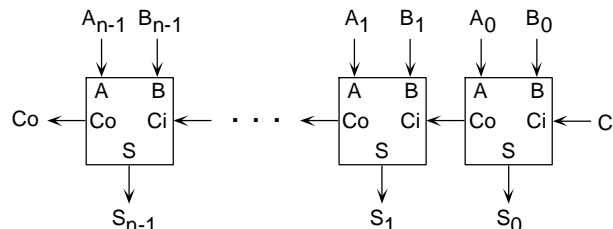
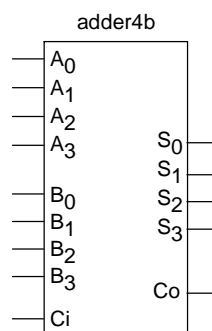

Figura 3 - Somador de 2 números de  $n$  bits utilizando  $n$  blocos do tipo *full-adder*.
Figura 4 - Símbolo do somador de 4 bits.
O circuito desenvolvido nas alíneas anteriores é um componente fundamental para a construção de circuitos aritméticos. O circuito mostrado na figura 3 implementa um somador de dois números de  $n$  bits, obtido por interligação de  $n$  blocos do tipo somador completo. O operando A é representado pelos bits  $A_{n-1}, \dots, A_1$  e  $A_0$ , o operando B pelos bits  $B_{n-1}, \dots, B_1$  e  $B_0$ , e o resultado S é formado pelos bits  $S_{n-1}, \dots, S_1$  e  $S_0$ . Este circuito é designado por *ripple-carry adder* e produz o resultado da adição de forma semelhante à que é seguida quando se efetua a operação manualmente: a saída Co de um *full-adder* representa o bit de transporte para o andar somador seguinte, sendo recebido por este na entrada Ci. Note que a entrada Ci do andar menos significativo deverá ser ligada a zero e que a saída Co mais significativa representa o transporte resultante da soma dos bits mais significativos de A e B.
- Com base na figura 3, desenhe o circuito somador de 4 bits, *adder4b*, por interligação de 4 circuitos somadores completos. Considere as entradas A3, A2, A1, A0, B3, B2, B1, B0 e Ci, e as saídas S3, S2, S1, S0 e Co, mostradas no símbolo apresentado na figura 4.
Comece por desenhar este circuito (`addsub4b`) capaz de realizar adições e subtrações de 4 bits, usando o somador de 4 bits representado na figura 4 e as portas lógicas adicionais que entenda serem necessárias. Seguidamente, escreva um módulo Verilog que implemente este somador/subtrator de 4 bits, por interligação das portas lógicas e do bloco `adder4b` obtido em a). Caso utilize portas lógicas XOR, considere que possuem um tempo de propagação de 9 ns. O módulo deverá ter a seguinte interface: